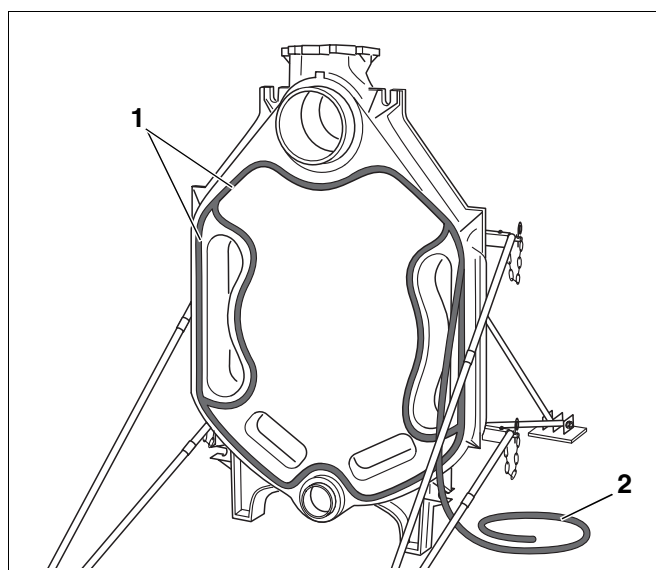

Fig. 16 Montarea șnurului de etanșare (șnur KM)
- Șnurul elastic de etanșare (șnur KM: fig. 16, **poz. 2**) se introduce prin apăsare ușoară în canelurile aferente de pe fața anterioară a elementului posterior, începând din dreptul alezajului superior (fig. 16, **poz. 1**). La îmbinări, șnurul se petrece 2 cm și se presează bine.